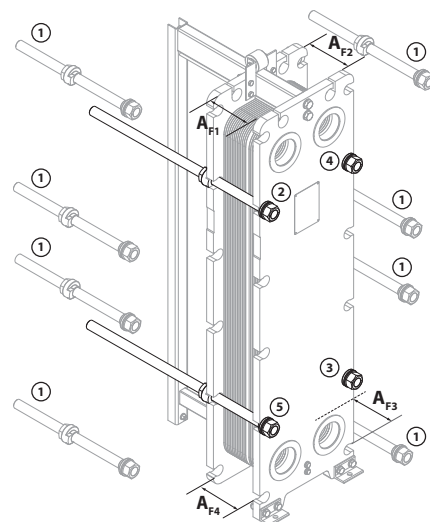

图 35
调试之前，根据铭牌检查所有接口是否都已正确安装和拧紧，以及A-夹紧尺寸是否正确。按照图35所示测量AF1、AF2、AF3、AF4尺寸。
3. 松开夹紧螺杆但螺母的最大移动距离不要超过 3mm，直到 A-夹紧尺寸 = A-夹紧尺寸名义值的（测量获取/从铭牌获得）+5%。此时，您可以完全松开夹紧螺杆并从顶部和底部取下成对的夹紧螺杆（图 35 中 1 所示）。
请勿一次性完全松开一个或所有夹紧螺栓。按照图 35 所示顺序，一点一点将夹紧螺栓慢慢松开。如果使用液压工具松开夹紧螺栓，则必须将工具设定为最低速度。